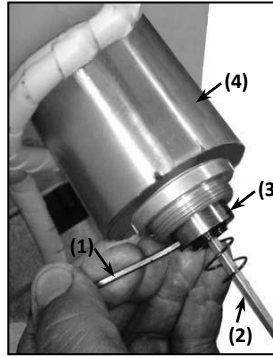

Fig. 29
1. Retire a tampa traseira do solenóide (4) para ter acesso ao eixo (3);
2. Trave o eixo do solenóide (3) com um pino (1), fig. 29;
3. Com uma chave hexagonal de 4mm (2), retire o parafuso que trava o eixo do solenóide;
5. Coloque uma chave de fenda pequena (5) no furo do eixo (3) e pressione-o para dentro;